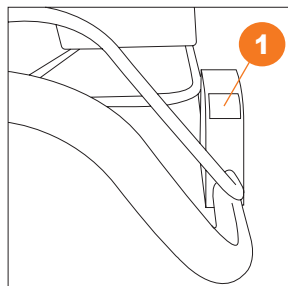

Рис. 14
2. При правильном подключении к сети 220 В на блоке управления загорится зеленый индикатор **1**. Снегоуборщик готов к запуску (Рис. 14).